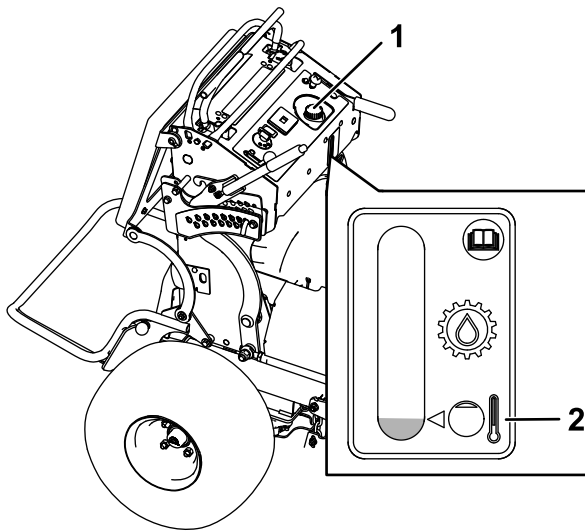

Bild 77
4. Reinigen Sie den Bereich um den Deckel und den Einfüllstutzen des Hydraulikölbehälters (Bild 77).
5. Drehen Sie den Deckel vom Einfüllstutzen ab (Bild 77).